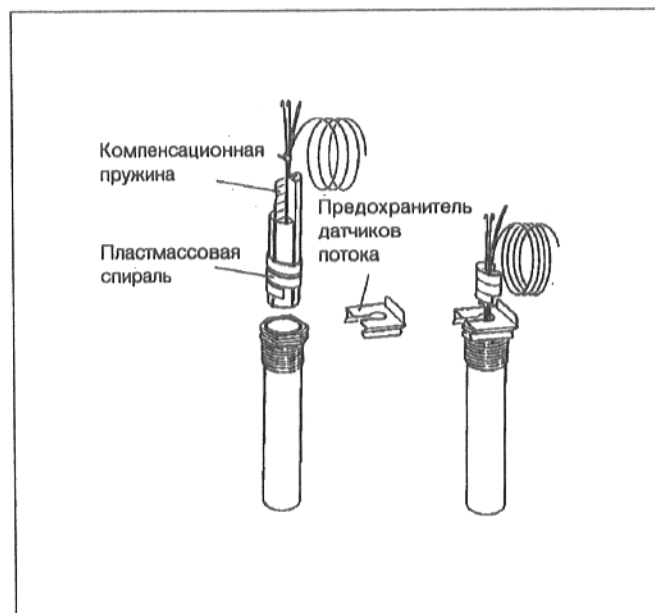

Рис. 43
- Вставить датчики температуры до отказа в погружную гильзу (измерительная точка) (рис. 43). Пластмассовая спираль автоматически отодвигается назад. Компенсационную пружину необходимо также вставить в погружную гильзу.
- Надеть предохранитель датчиков (комплект поставки устройства регулирования) сбоку или сверху на головку погружной гильзы (рис. 43).